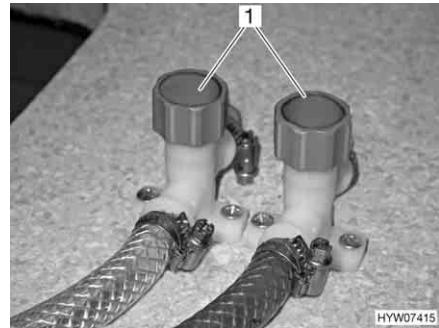
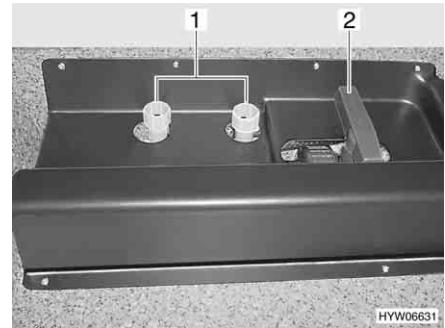

Fig. 176 Rubinetti di scarico sui modelli
Fig. 177 Rubinetti di scarico sui modelli
- Chiudere i rubinetti di scarico. Chiudere i coperchi (Fig. 176,1 o Fig. 177,1) in senso orario oppure posizionare la leva a bilanciere in posizione orizzontale.